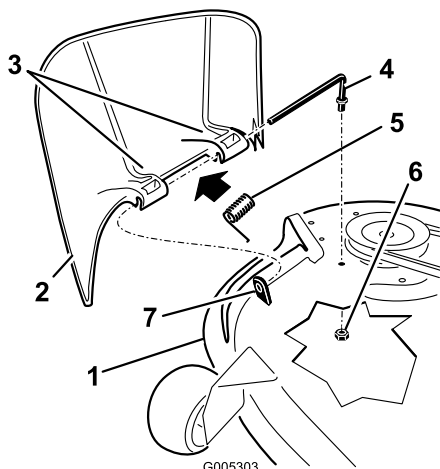

Bild 48
1. Machen Sie die in Bild 48 gezeigten Teile ausfindig.
- Nehmen Sie die Mutter (3/8 Zoll) aus der Stange unter dem Mähwerk ab (Bild 48).
- Schieben Sie die Stange aus dem kurzen Vorsprung, der Feder und dem Ablenkblech (Bild 48). Entfernen Sie defekte oder abgenutzte Ablenkbleche.
- Montieren Sie das Ablenkblech (Bild 48).
- Setzen Sie die Feder mit den Enddrähten nach unten auf die Stange, zwischen die Ablenkblechhalterungen. Schieben Sie die Stange durch die zweite Halterung am Grasablenkblech (Bild 48).
- Schieben Sie die Stange vorne am Ablenkblech in den kurzen Vorsprung am Mähwerk. Befestigen Sie das hintere Stangenende mit einer Mutter (3/8 Zoll) am Mähwerk (Bild 48).